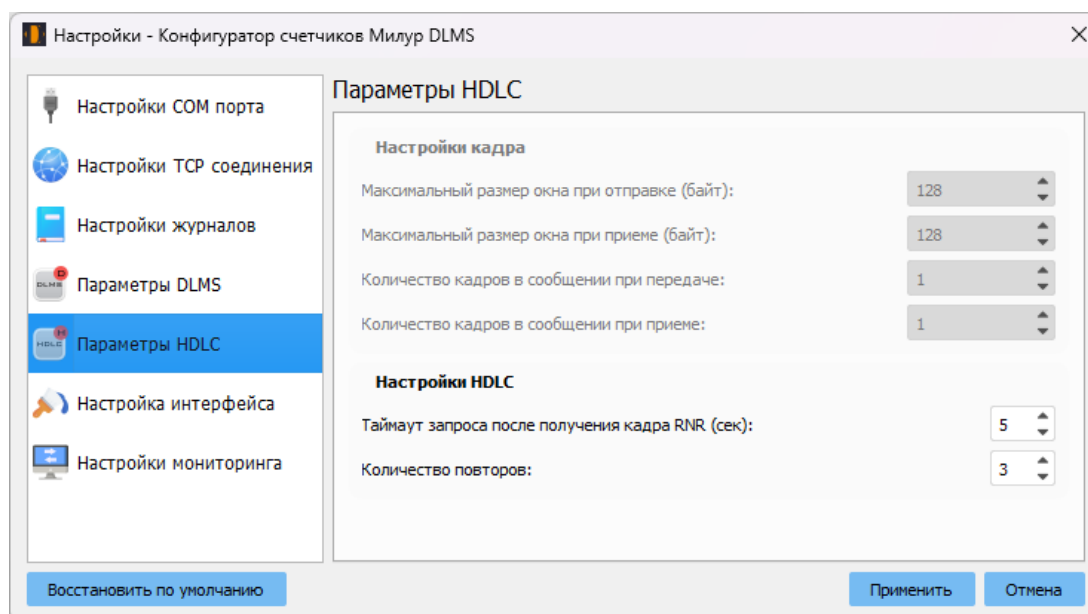

Рисунок 7
4.2.5 «Файл» → «Настройки» → «Параметры HDLC» (рисунок 7).